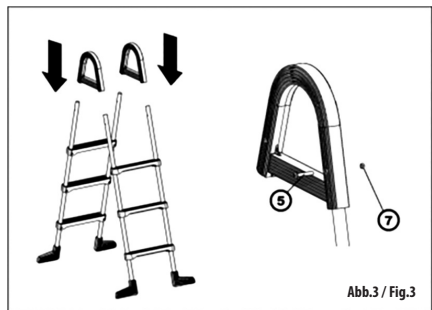

Abb.3 / Fig.3
Setzen Sie die Leiterholme in die Kunststoffgriffe (2) ein (Abb. 3), mit entsprechenden Schrauben (5) sichern, achten Sie auf die richtige Orientierung der Schrauben (die Schraubenköpfe zeigen nach außen).